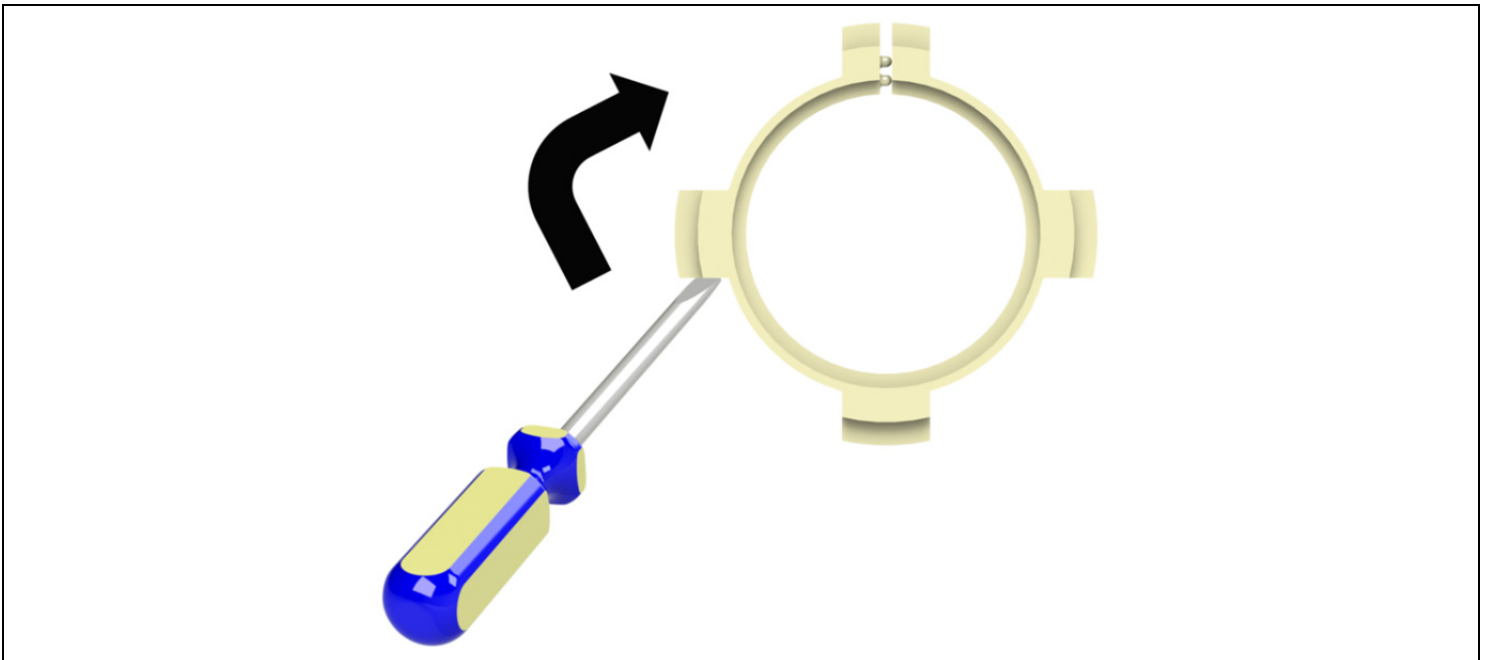
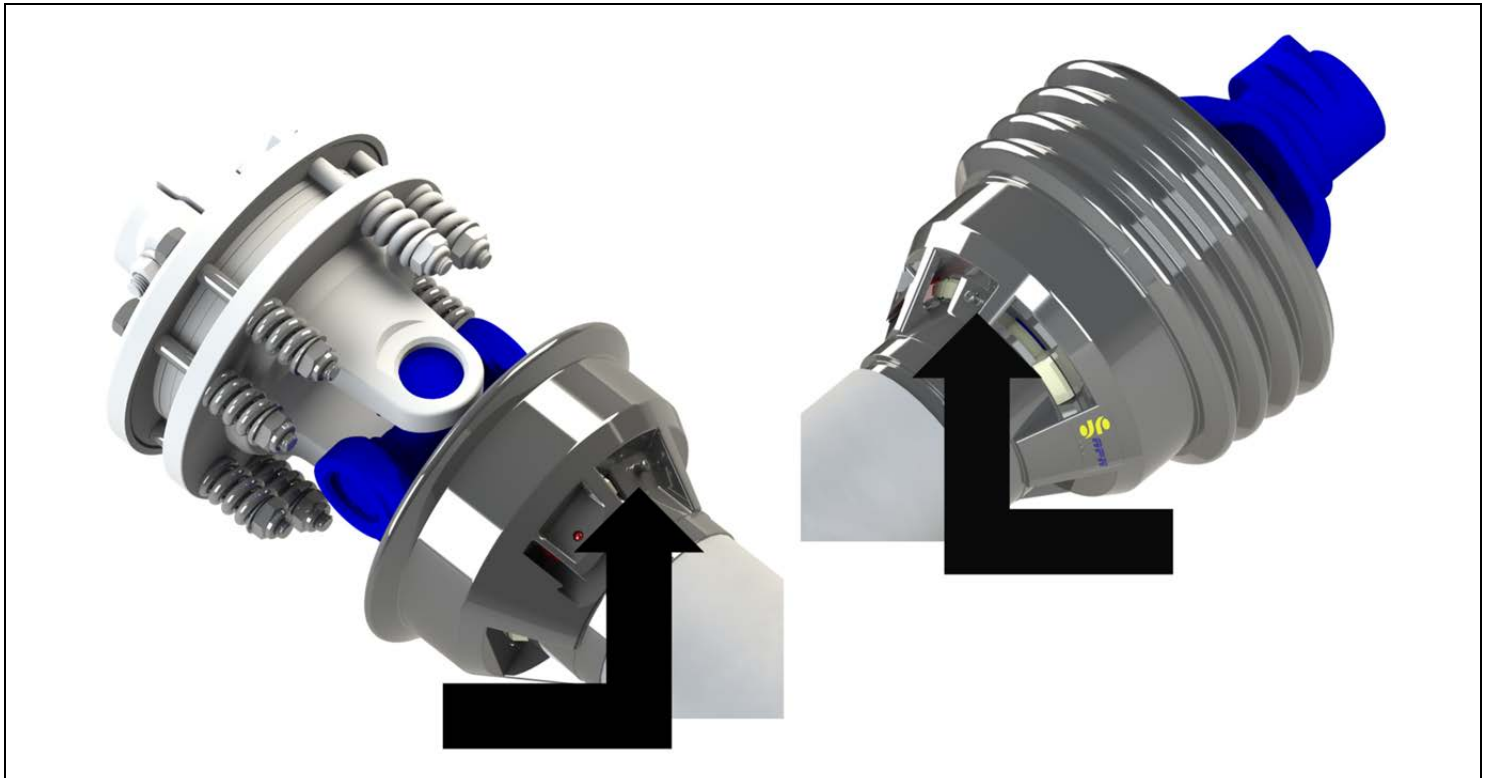
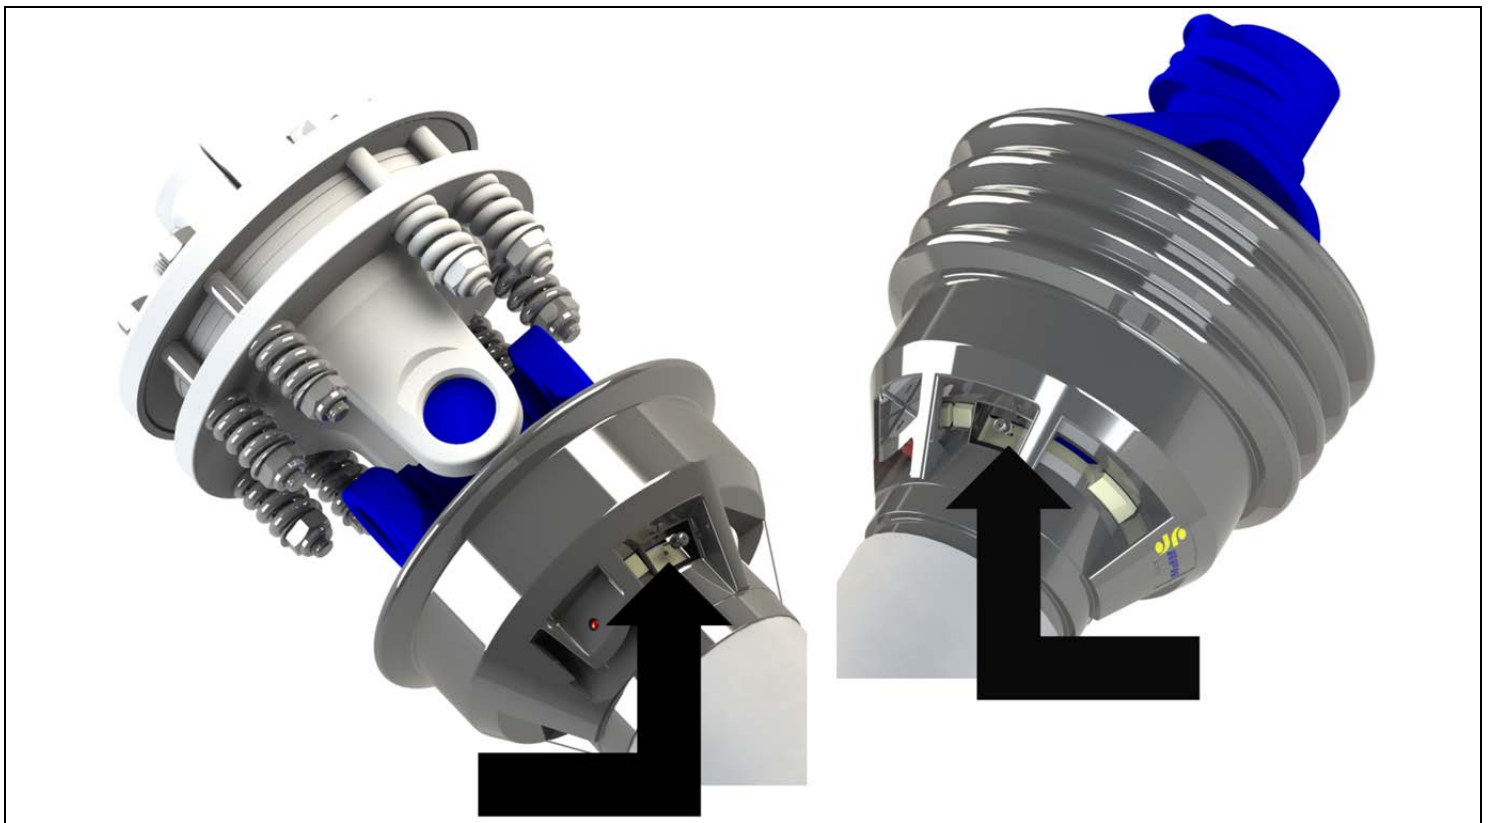

Figure 24. Étape de Montage 4
Figure 25. Étape de Montage 4
Figure 26. Étape de Montage 4
4. Repérer les clips de roulement aux extrémités de l'axe de transmission. Insérer un tournevis à tête plate dans la rainure indiquée dans la *Figure 24*, ci-dessous. Faire tourner la patte de roulement d'environ un huitième de tour dans le sens des aiguilles d'une montre. S'assurer que les graisseurs du bouclier de protection sont correctement alignés avec les graisseurs des roulements. Pour en savoir plus, veuillez vous reporter à la *Figure 25* et *Figure 26*, ci-dessous.